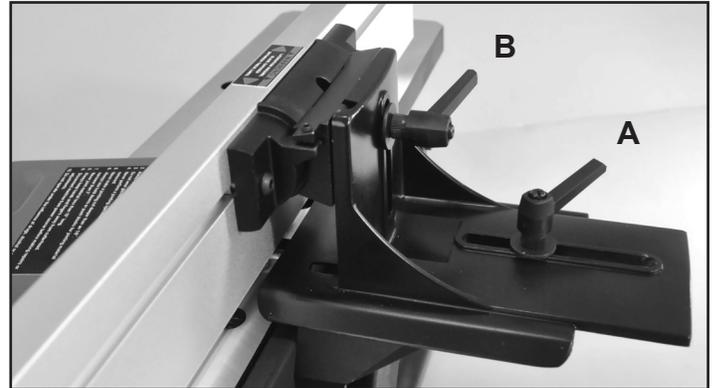

FIG. 18
1. Pour déplacer la clôture à travers la table, desserrer le levier de verrouillage (A), faire glisser la clôture à la position désirée sur la table, puis resserrer le levier de verrouillage. FIG. 18.
2. Pour incliner la clôture, desserrer le levier de verrouillage (B) et incliner la clôture à l'angle désiré. Resserrer ensuite le levier de verrouillage. FIG. 18.